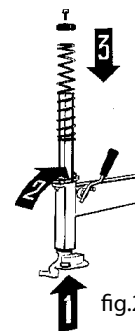

fig.21
- Estrarre l'asta. Sfilare la molla e reinfilare l'asta (fig.21) (1) nella sede originaria bloccandola a fine corsa (fig.21) (2)
- Inserire la molla nella parte superiore dell'asta (fig.21) (3) e riavvitare il cappello con chiave a brugola di 6mm.
- Remove the rod. Slide the spring off and reinsert the rod (fig.21)(1) in its original seating, locking it at the end of its travel (fig.21) (2).
- Insert the spring on the top of the rod (fig.21) (3) and refit the cap with a 6 mm hex key.
- Sortir la tige. Sortir le ressort et enfilez de nouveau la tige (fig.21) (1) dans son logement d'origine en la bloquant en fin de course (fig.21)(2)
- Introduire le ressort dans la partie haute de la tige (fig.21) (3) et visser à nouveau le capuchon avec la clef d'Allen de 6 mm.
- Den Stab herausziehen. Die Feder abstreifen und den Stab wieder in die Ausgangsstellung schieben und ihn am Ende des Durchlaufs blockieren (Abb. 21) (2).
- Die Feder auf den oberen Teil der Stange aufsetzen (Abb. 21) (3) und die Schutzhaube mit dem Allen Wrench-Schlüssel von 6 mm wieder festschrauben.
- Extraiga la barra. Extraiga el resorte e introduzca nuevamente la barra (fig.19c) (1) en su asiento originario, bloqueándola al tope del recorrido (fig. 21) (2).
- Introduzca el resorte en la parte superior de la barra (fig.21) (3) y atornille nuevamente la cápsula con la llave de allen de 6 mm.